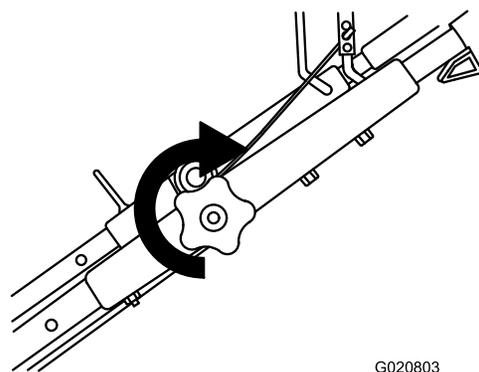

Bild 4
2. Ziehen Sie das obere Holmhandrad so fest wie es geht (**Bild 4**).